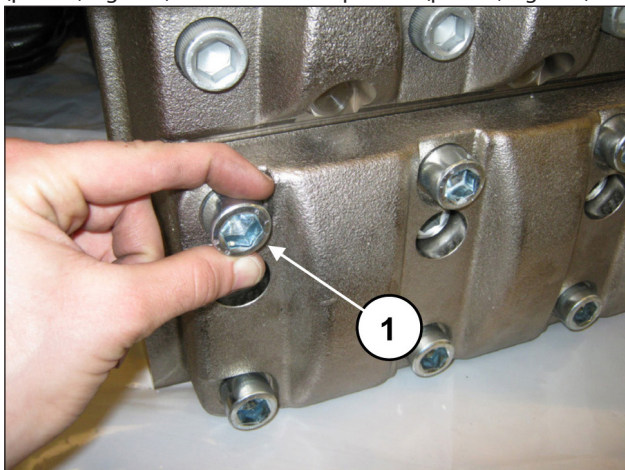
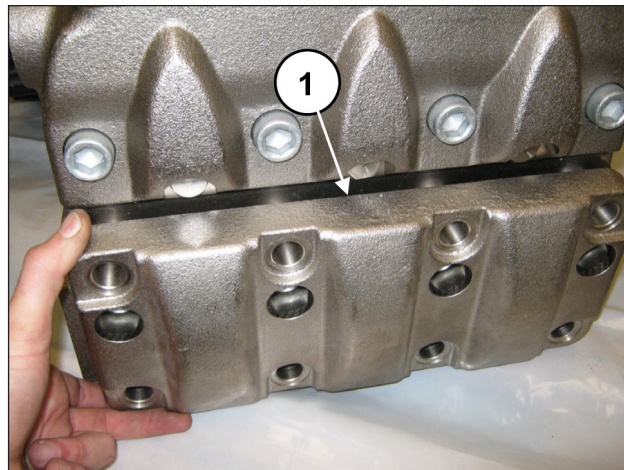

Fig. 138
Fig. 139
Svitare le 8 viti M18x65 del coperchio valvole aspirazione (pos. ①, Fig. 138) e rimuovere il coperchio (pos. ①, Fig. 139).